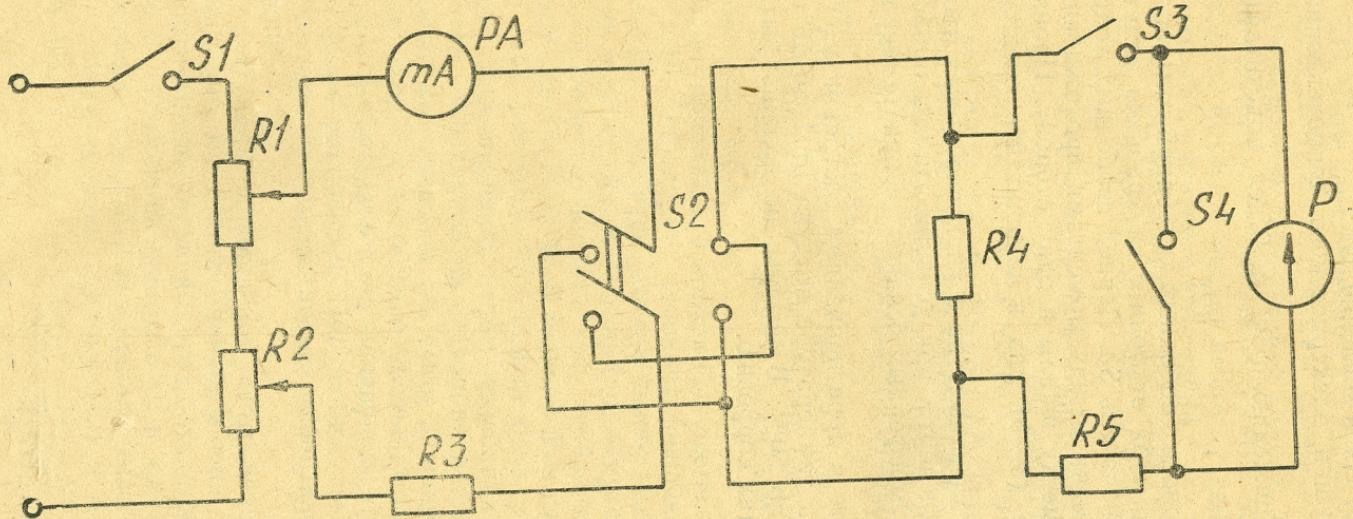

Рис. 2 Схема поверки гальванометра
в) произведите поверки на схеме, изображенной на рис. 2.
2.16. Определите величину внешнего критического сопротивления R_k , пользуясь схемой, изображенной на рис. 2. Для этого резисторами R_1 и R_2 , при замкнутом выключателе S_1 , в цепь гальванометра подайте ток, необходимый для отклонения светового указателя на 4—5 делений шкалы.